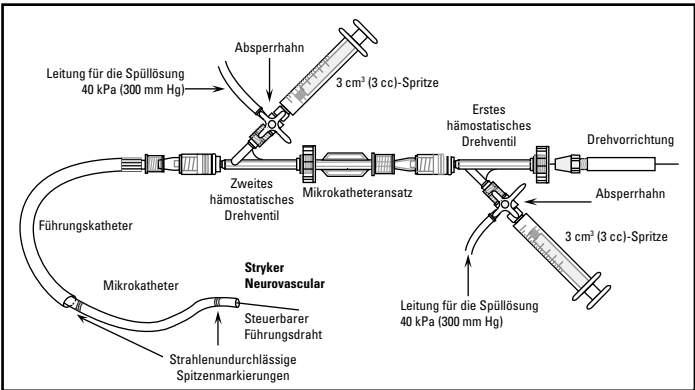

Abbildung 1. Beispielkonfiguration für kontinuierliche Spülung
- Die Drehvorrichtung über das proximale Ende des Führungsdrahts schieben (siehe Abbildung 1) und sichern.
Die empfohlene Konfiguration für die kontinuierliche Spülung ist in Abbildung 1 dargestellt. Die hämostatischen Drehventile werden verwendet, um eine gute Flüssigkeitsabdichtung zu erzielen. Sie werden am Führungskatheter und am Mikrokatheter angeschlossen. Die Absperrhähne werden an den Nebenarmen der hämostatischen Drehventile angeschlossen, die als Infusionsanschlüsse für geeignete Spül- oder Kontrastmittelinjektionen dienen.
- 2. Die Rändelschraube am hämostatischen Drehventil öffnen und die aus Mikrokatheter und Führungsdraht bestehende Einheit vorsichtig durch das hämostatische Drehventil des Führungskatheters schieben (zweites hämostatisches Drehventil in Abbildung 1). Das O-Ring-Ventil am Mikrokatheter so festziehen, dass ein Rückfluss verhindert, ein Vorschieben des Mikrokatheters jedoch nicht eingeschränkt wird.